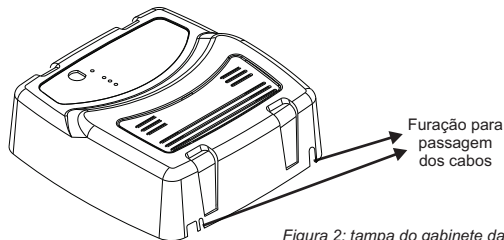

Figura 2: tampa do gabinete da central
**Não faça furos na tampa do gabinete - ela já possui as aberturas para a passagem dos cabos (vide figura 2 - pág. 7).**